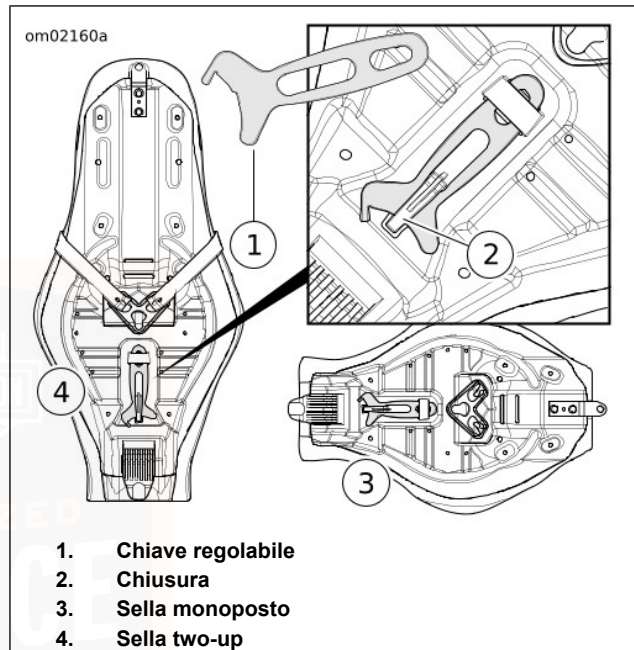

Figura 28. Alloggiamento per la chiave regolabile
2. Vedere Figura 28. Sollevare la chiusura (2) e far scorrere la chiave regolabile (1) fuori dall'alloggiamento.